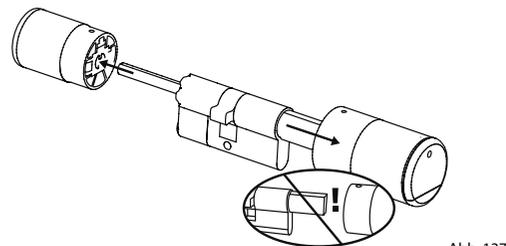

Abb. 137
- 3 Ziehen Sie den Knopf der Außenseite komplett ab und den der Innenseite soweit wie möglich nach hinten (Abb. 137).